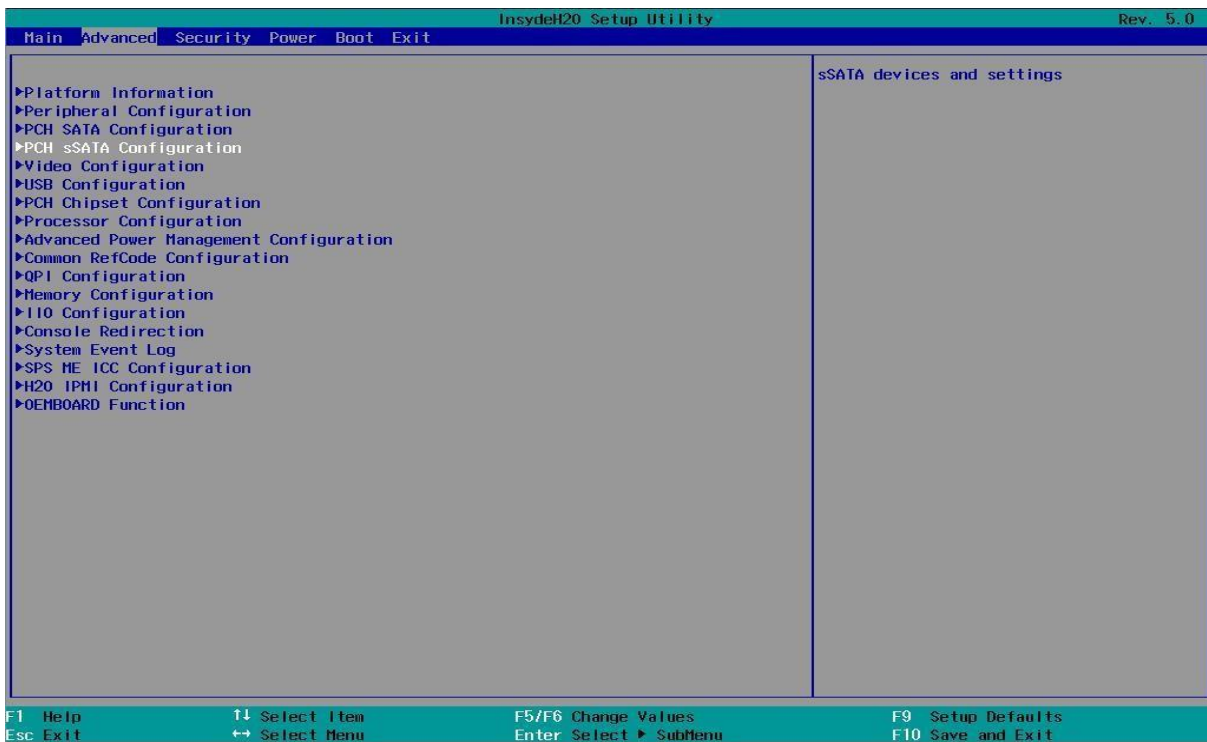

Рисунок 3. Меню настройки (Setup utility)
- Пример экрана Setup utility представлен на рисунке (см. Рисунок 3).